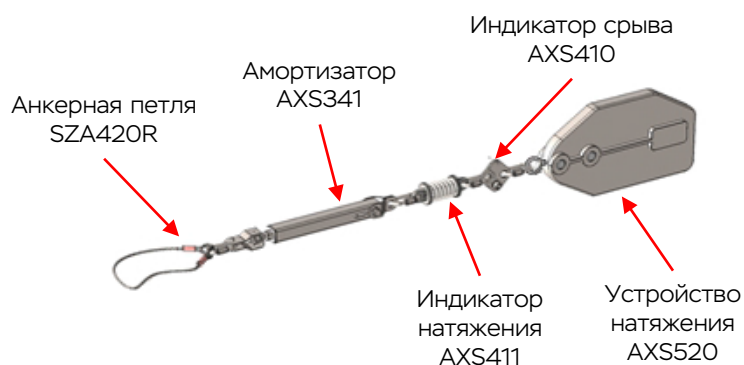

Рис. 9. Общий вид сборки
7. Присоединить к индикатору срыва арт. AXS410 устройство натяжения арт. ASX520, соединив карабин, установленный на индикаторе срыва арт. AXS410 с карабином, установленным на устройстве натяжения арт. AXS520. Общий вид сборки - рис. 9.